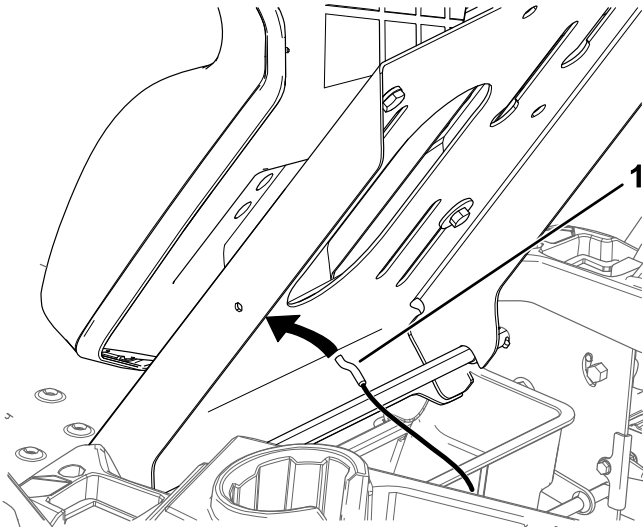

Bild 8
7. Haken Sie den Klappzug von der Innenseite der Sitzpfanne ein (Bild 8).